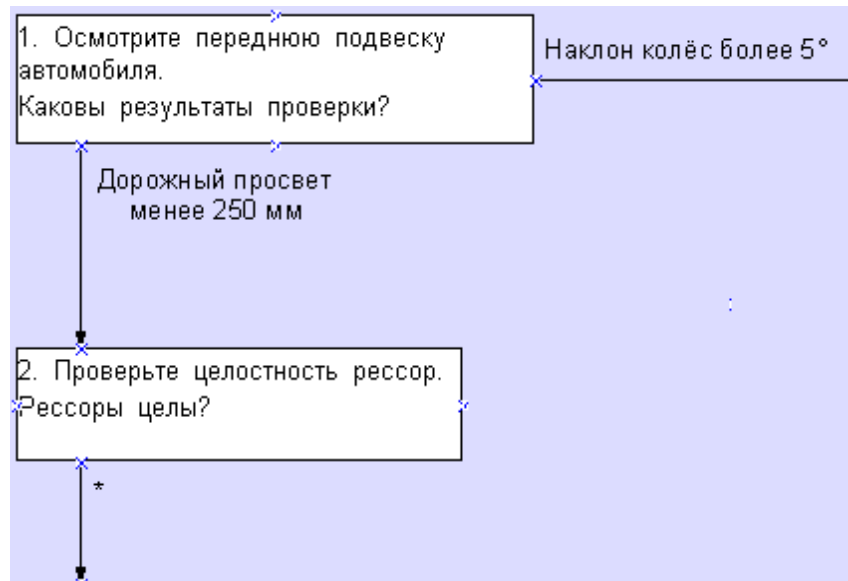

Рисунок 873
7) Для ответа «Дорожный просвет менее 250 мм» на вопрос 1 шага нужно добавить следующий шаг (2 шаг). Для его добавления выделите связь первого шага, к которой нужно добавить шаг, и нажмите на кнопку **Создать шаг** . Введите текст шага (рисунок 873).
8) Для создания соединителя для шага выделите прямоугольник шага и используйте инструмент **Создать нижний соединитель**  (рисунок 873).